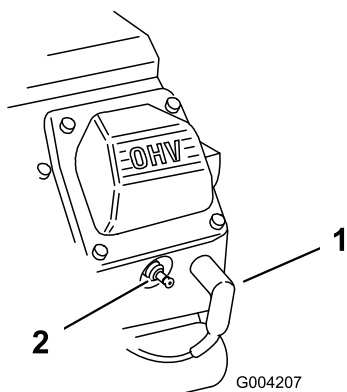

Figura 36
3. Desconecte los cables de las bujías (Figura 36).
3. Conecte los cables a las bujías (Figura 36).